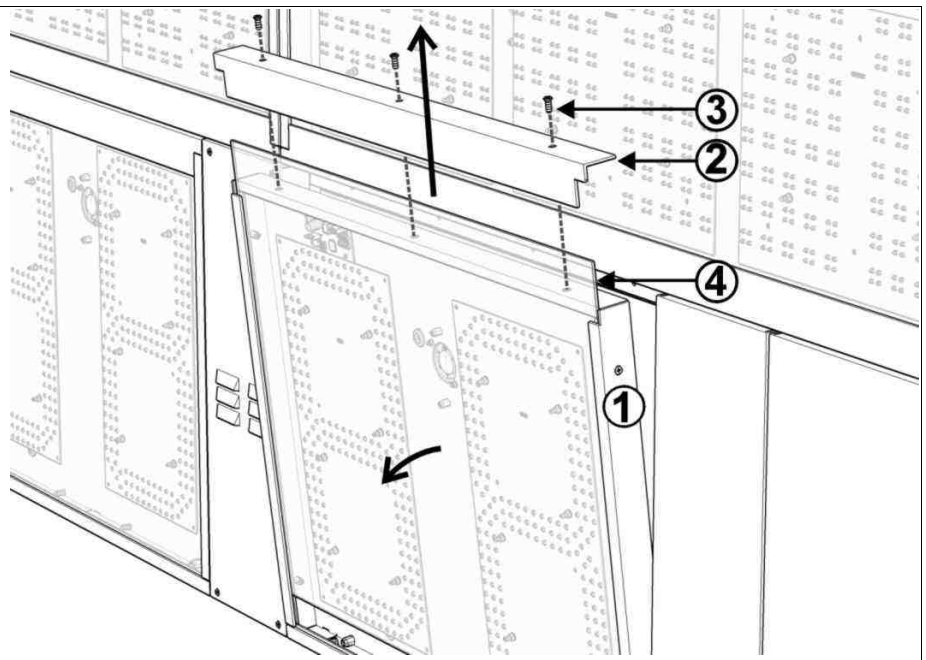

Fig. 21: Profil de serrage du panneau transparent
- b) poussez légèrement en avant le module et faites sortir les vis de fixation du profil supérieur utilisé pour la fixation du panneau frontal transparent (Fig. 21).
3. Dévissez les vis de fixation et ôtez le profil supérieur de fixation du panneau transparent (Fig. 21).